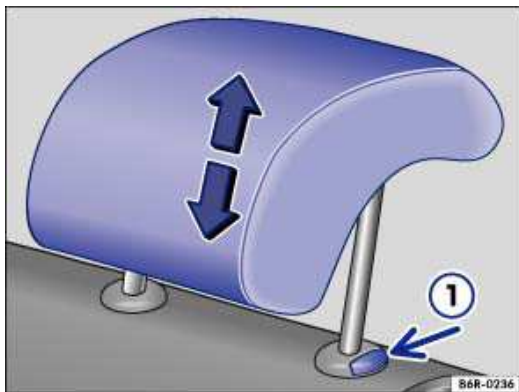

Abb. 43 Kopfstütze hinten ausbauen.
- Kopfstütze bei gedrückter Taste → Abb. 43 ① ganz herausziehen.
- Kopfstütze bei gedrückter Taste → Abb. 43 ① nach unten schieben.